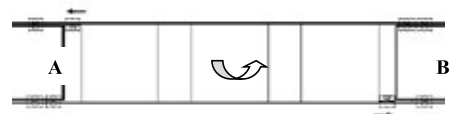

Figure 1'
1. Dévisser les clips COBRA® qui fixaient la lame à retourner/remplacer (y compris les clips de jonction avec les lames A et B) et les coulisser dans les rainures des lames A et B (**Figure 1'**)